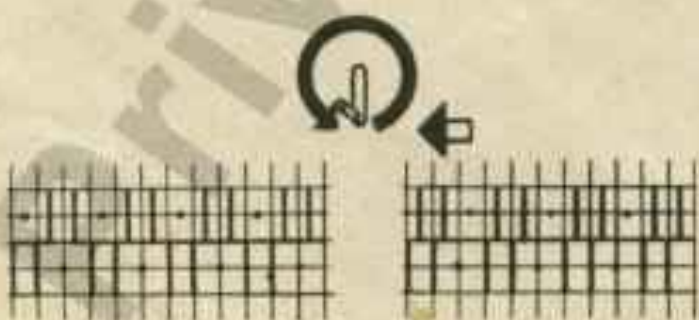

Fig. 72
120 Nadeln wie für R/R in Arbeit bringen (auf jedem Bett 60 Nadeln). Nun auf dem vorderen Bett die 3. und jede weitere 3. Nadel in Nullstellung zurück und auf dem hinteren Bett die 1. und jede weitere 3. Nadel in Nullstellung zurück = über eine Breite von total 120 Nadeln auf jedem Bett 2:1 Teilung. Das ist die Grundstellung für 2:2 Stricken, Fig. 72 links.
Kurbel um eine volle Umdrehung nach links drehen, um die Nadelstellung für den Anschlag zu erhalten, Fig. 72 rechts.
**Vor dem 6. Gang:** Kurbel um eine volle Umdrehung nach rechts drehen in die Grundstellung zurück, Fig. 72 links, Schloss  $\frac{N}{N}$ , MG 5